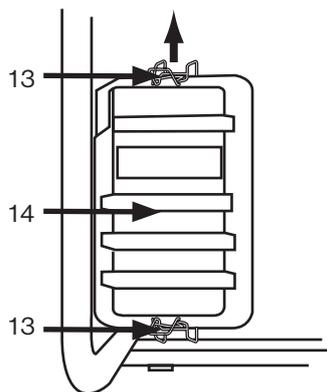

Abb. 18
1. Öffnen Sie die beiden Klemmen (13) und entfernen Sie die Luftfilterabdeckung (14) (Abb. 18).